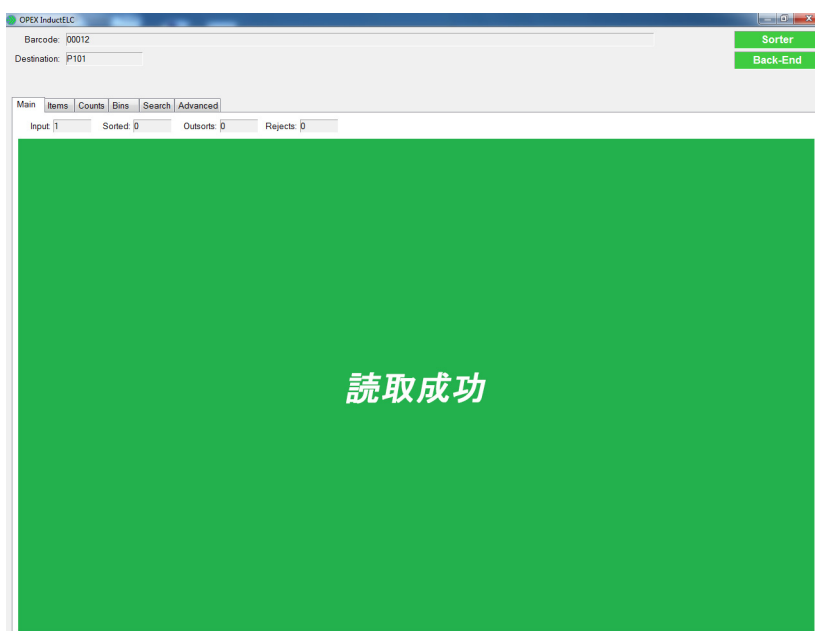

図 4-8: OPEX Induct ELC- Good Read
5. 商品は OPEX バーコードトンネル内で、バーコードをスキャンされます。バーコード読み取りが正常に行われた場合は、「Good Read (読取成功)」が表示されます (図 4-8)。